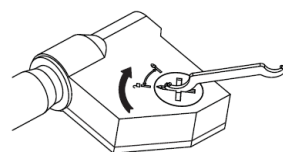

рис. 3
- Установите крышку батарейного отсека на место и поверните ее по часовой стрелке, чтобы зафиксировать (рис.3)